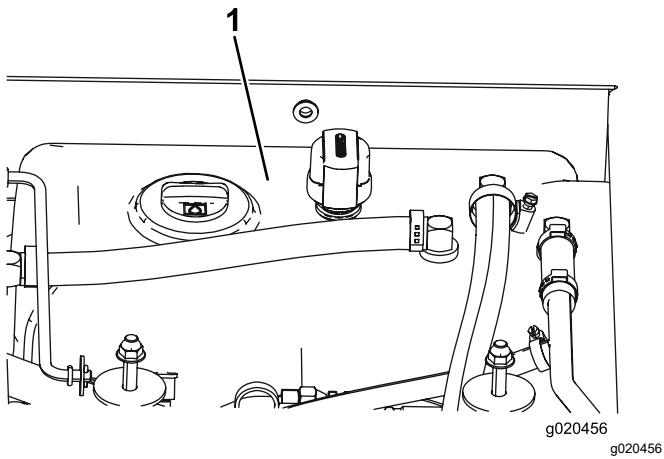

Figure 83
- Remplissez le réservoir (Figure 83) de liquide hydraulique ; voir Contrôle du niveau de liquide hydraulique \(page 80\).